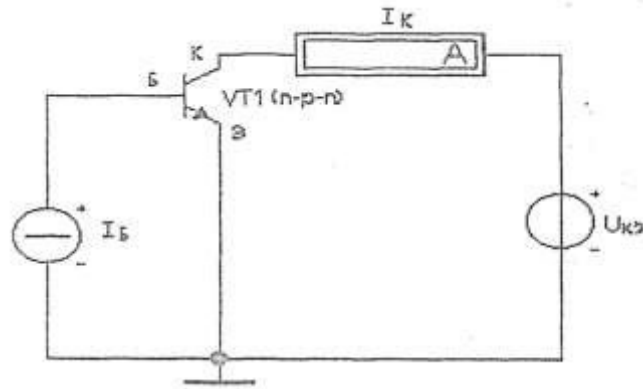

Рисунок 2.2. Схема для снятия выходной характеристики биполярного транзистора при постоянном значении тока базы
2. Снять выходную характеристику  $I_K=f(U_{KЭ})$ , при постоянном значении тока базы  $I_Б$  (рис.2.2).